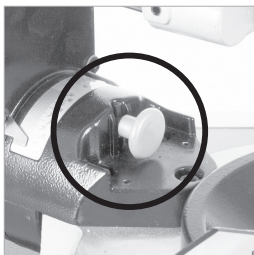

Abb. 17
- Ziehen Sie den Verriegelungsstift für den rechte Hand Bevel heraus und drehen Sie ihn um eine Viertel Drehung, um ihn in entriegelter Position zu halten. Dies ermöglicht den Zugriff zu den Bevel Einstellungen rechte Hand. **(Abb. 17)**